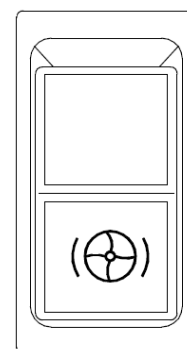

Рис. 2-19
(6) Работа антипробуксовочной системы (рис. 2-19)